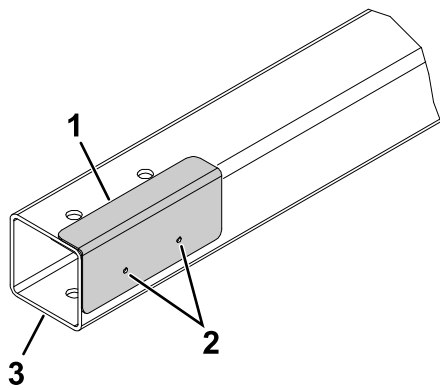

Figure 2
2. Placez le gabarit sur le timon de la remorque, en appui sur le dessus et aligné sur l'extrémité (Figure 2).
3. À l'aide du gabarit, localisez et marquez les 2 emplacements de trous (Figure 2) de chaque côté du timon.